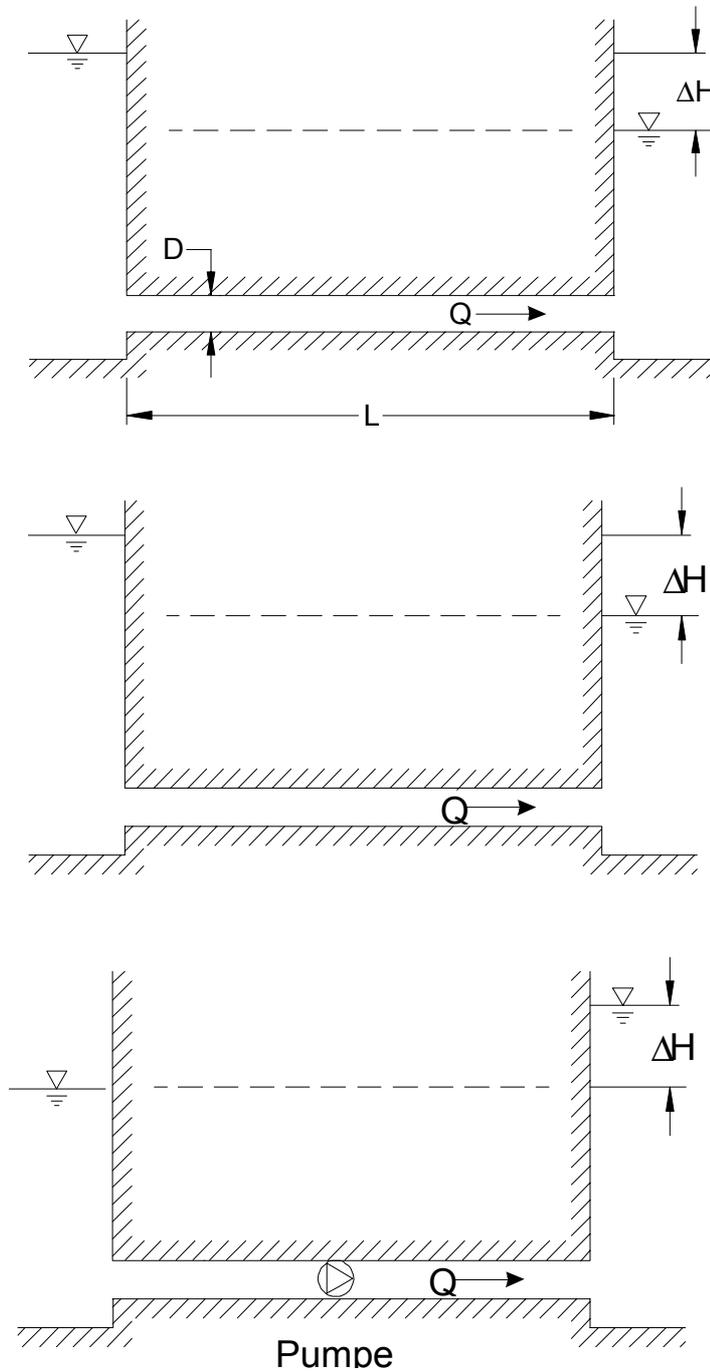

Abb. 8.2: Rohrleitung (a) ohne Verluste, (b) mit Verlusten und (c) mit Pumpe und Verlusten
8.2.2 Das Wasser wird in den rechten Behälter mit dem vorgegebenen Volumenfluß $Q = 0,6 \text{ m}^3/\text{s}$ hochgepumpt (Abb. 8.2 c). Wie groß ist (c) die erforderliche Antriebsleistung P_A der Pumpe unter Berücksichtigung der Einlauf- und Reibungsverluste.